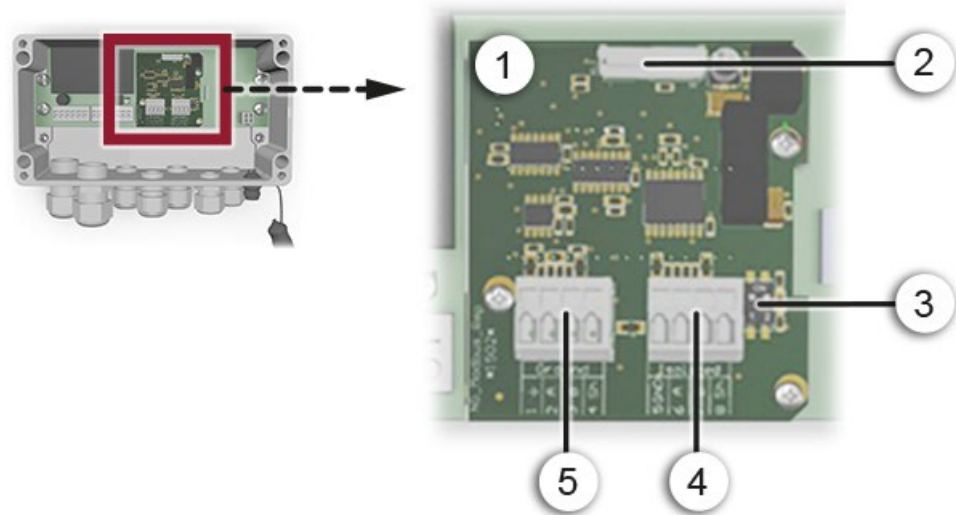

Abbildung 14: Übersicht des Modbus RTU Moduls im SIPORT 2
①	Feldbusschnittstelle (Anschlussprint) für Profinet IO	②	Anschlussstecker zu SIPORT 2-Print
③	Ethernet Port 1	④	Ethernet Port 2
- Wenn das Photometer als Endgerät eingesetzt wird, muss der DIL-Schalter S2/1 auf dem Anschlussmodul eingeschaltet (ON) sein (Abbildung 14, Pos. 3).